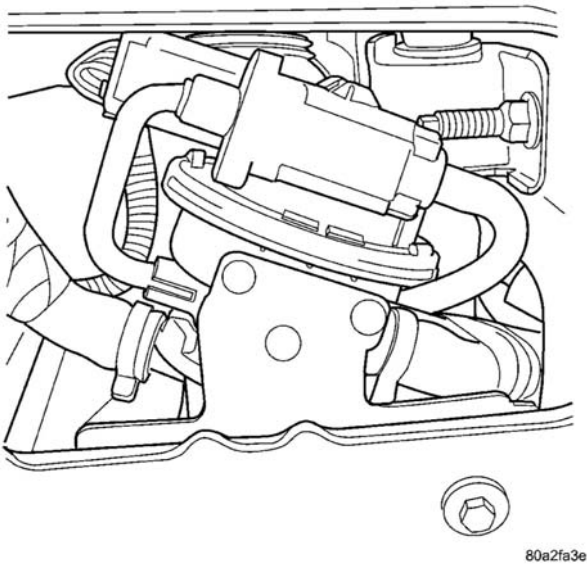
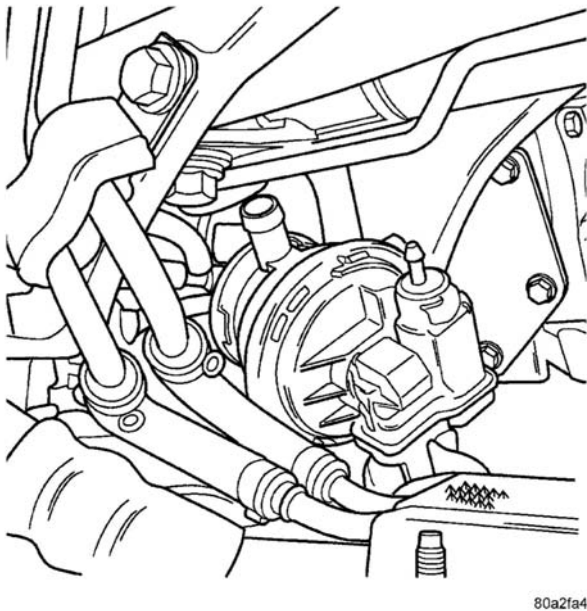

图 4 泄漏检测泵 (LDP) 位置
图 5 拆卸/安装泄漏检测泵 (LDP)
- (3) 拆卸 3 条软管 (图 4)
- (4) 拆卸电线接头 (图 5)
- (1) 安装泄漏检测泵 (LDP)。
- (2) 安装 3 根螺丝，并将其拧紧 (图 5)。
- (3) 安装电线接头。
- (4) 安装 3 条软管 (图 4)。
- (5) 降下车辆。
- (6) 连接蓄电池负极电缆。